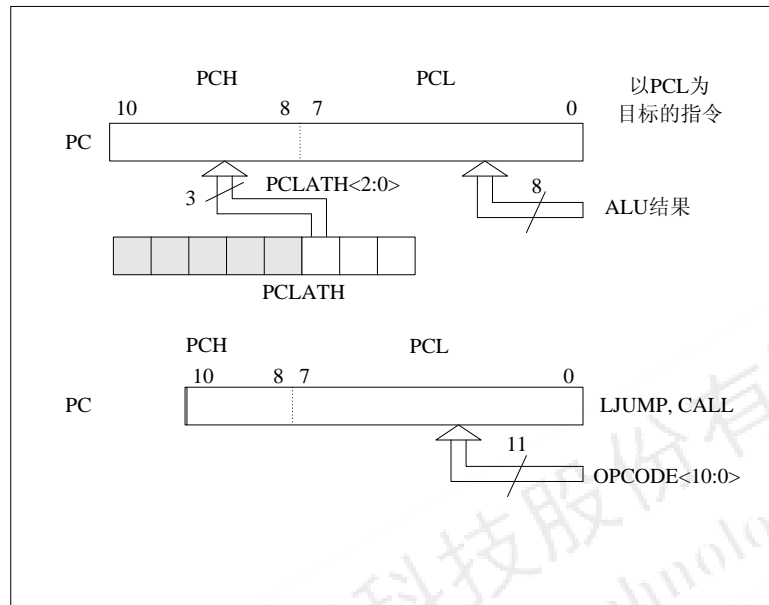

图 2-3: 在不同情况下装载 PC
程序计数器 (PC) 为 11 位宽。其低 8 位来自可读写的 PCL 寄存器，高 3 位 (PC<10:8>) 来自 PCLATH，不能直接读写。只要发生复位，PC 就将被清零。图 2-3 显示了装载 PC 值的两种情形。图 2-3 上方的例子说明在写 PCL (PCLATH<2:0>→PCH) 时是如何装载 PC 的。
MDT10F272 器件具有 8 级深 x11 位宽的硬件堆栈 (见图 2-2 和图 2-3)。堆栈空间既不占用程序存储区空间，也不占用数据存储区空间，而且堆栈指针是不可读写的。当执行 CALL 指令或当中断导致程序跳转时，值 PC 将被压入 (PUSH) 堆栈。而在执行 RET、RTIW 或 RTFI 指令时，堆栈中的断点地址将从堆栈中弹出 (POP) 到 PC 中。PCLATH 不受 PUSH 或 POP 操作的影响。